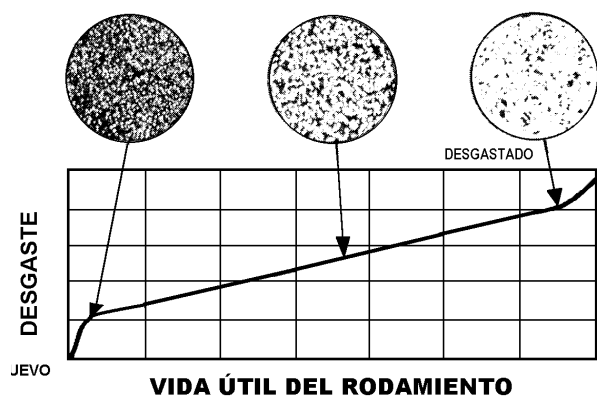

FIGURA 7-14.
- **Rodamientos de la camisa** - inspeccione el color de su superficie. Vea la Figura 7-14.